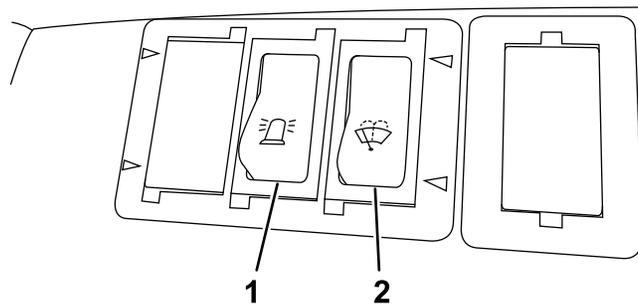

Figura 6
O interruptor de limpa e lava para-brisas (Figura 6) está montado no lado esquerdo no revestimento do teto.
Pressione a parte de baixo do sinal luminoso (Figura 6) para ligar o sinal luminoso intermitente. Prima a parte de cima do sinal luminoso para desligar o sinal luminoso intermitente.
1. Pressione a parte de baixo do interruptor para ligar os limpa para-brisas (Figura 6).